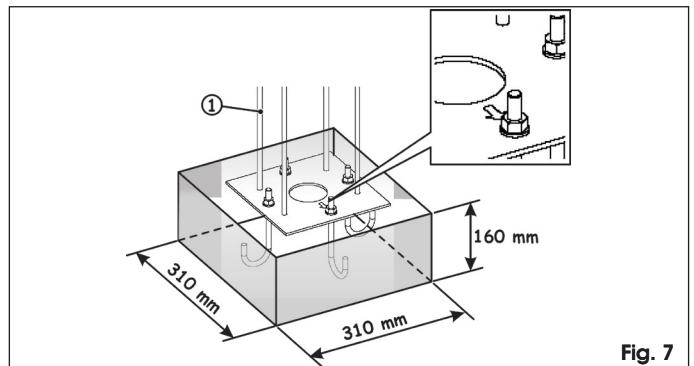

Fig. 7
- Réaliser une base de fondation d'après la Fig. 7.
- Visser les quatre tirants, Fig. 7 réf. ①, fournis dans les trous respectifs, avec les écrous soudés.
- Sceller la plaque de fondation , d'après la Fig. 7, en prévoyant une ou plusieurs gaines pour le passage des câbles.